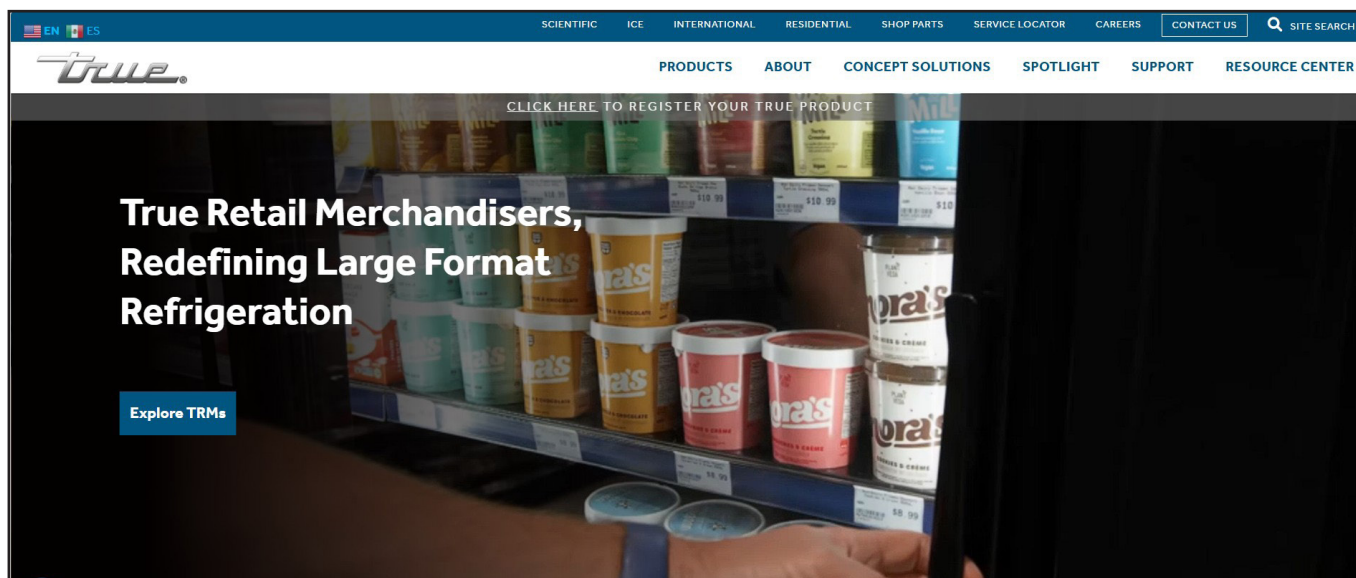

Fig. 2.. Visitare il sito www.truemfg.com.
2. Visitare il sito www.truemfg.com. Si veda la Fig. 2.